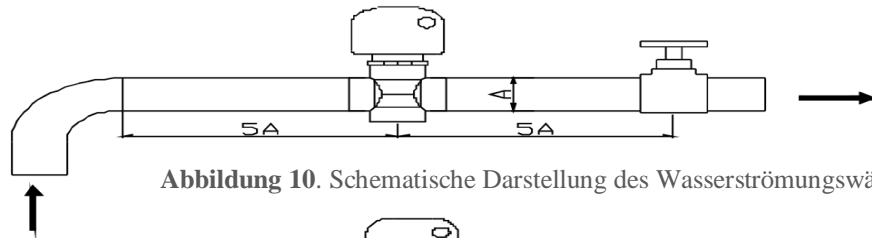

Abbildung 10. Schematische Darstellung des Wasserströmungswächters
- ◆ Der Wasserströmungswächter muss an einem geraden Rohr mit mindestens dem 5-fachen Rohrdurchmesser auf beiden Seiten des linearen Hubs installiert werden. Dabei ist zu beachten, dass die Richtung des Flüssigkeitsstroms in der Leitung mit der Pfeilrichtung auf dem Regler übereinstimmen muss. Die Verdrahtungsklemme sollte sich an einer Stelle befinden, an der die Verdrahtung leicht möglich ist (Abbildung 10).